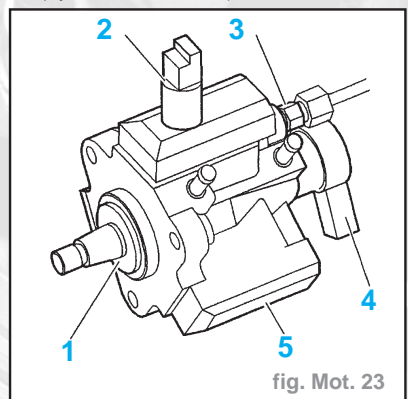

fig. Mot. 23
- Ne pas dissocier la pompe haute pression (5) carburant des éléments suivants (fig. Mot. 23) :
- désactivateur du 3ème piston de pompe haute pression carburant (3) (pas de pièces de rechange)
- régulateur haute pression carburant (4) (pas de pièces de rechange)
- bague d'étanchéité (1) (pas de pièces de rechange)
- raccord de sortie haute pression (3) (dysfonctionnement)